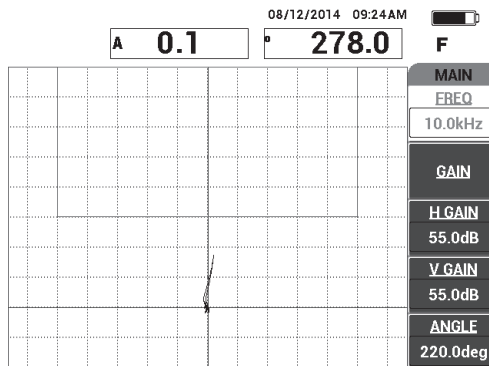

Figura 6-24 Sinal de rastreamento de um descolamento
3. Rastreie lentamente sobre um descolamento de 13 mm e, em seguida, pressione a tecla FREEZE (❄️) [veja Figura 6-24 na página 147].